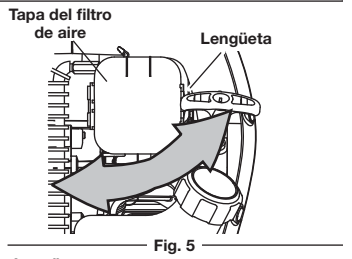

Fig. 5
- Abra la cubierta del filtro de aire y sáquelo (Fig. 5).
- Vuelva a instalar la tapa del filtro de aire y presione hacia abajo hasta que encaje en su lugar (Fig. 5).